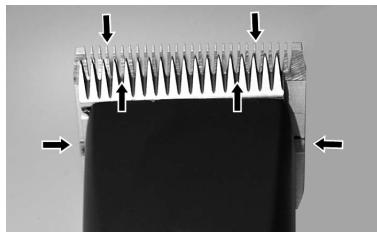

Fig. 22
For at opnå gode klipperresultater og forlænge klipperens holdbarhed er det nødvendigt at påføre et tyndt olielag mellem det øverste og nederste blad (fig. 22).
- Smør bladene tilstrækkeligt under klipningen (mindst hvert 15. minut), så de ikke bliver tørre (fig. 22).
Bladene skal smøre før, under og efter hver anvendelse. Når bladene på skære hovedet efterlader stribet eller kører med nedsat hastighed, betyder det, at de skal smøres igen. Påfør nogle få oliedråber foran og lateralt på klippebladene (se pile i fig. 22). Tør overskydende olie væk med en blød, tør klud. Smøringssprays sørger ikke for tilstrækkelig smøring, men har en kølende effekt på bladene. Udskift øjeblikkeligt beskadigede eller kærvede blad for at undgå skader.